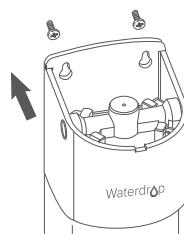

Figura 5
1. Si la manguera del grifo es de 3/8", se puede conectar directamente a la manguera de salida. (Figura 5)